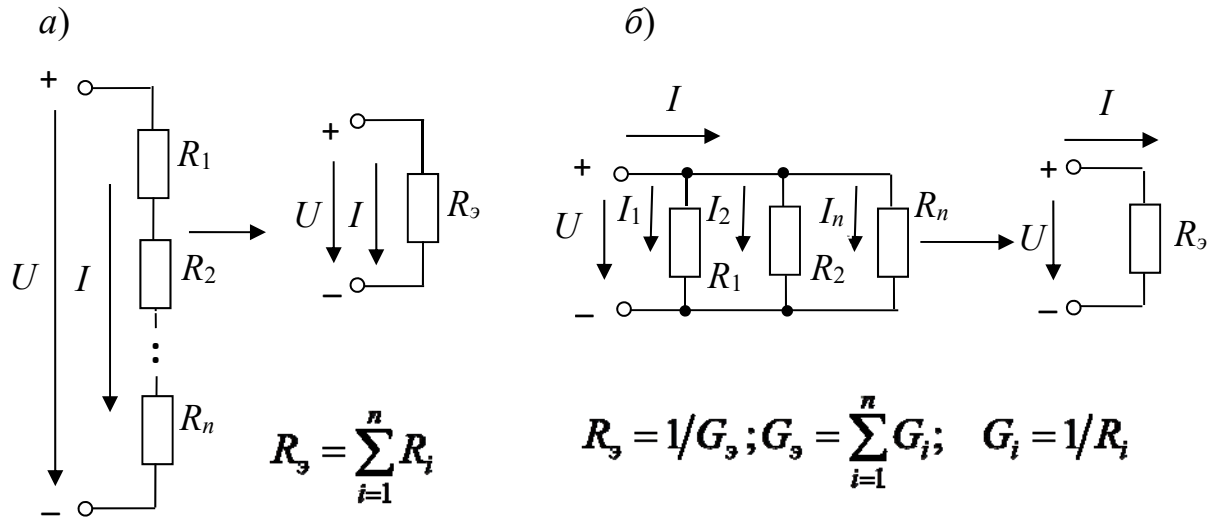

Рисунок 1.1 – Последовательное и параллельное соединение резисторов
– замена нескольких последовательно или параллельно соединенных резисторов одним (рисунок 1.1);